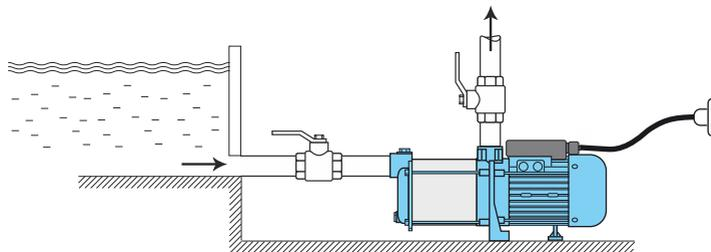

рис. 2
- **Повышение давления воды, поступающей в насос самотеком (из магистрального водопровода или емкости, расположенной выше уровня установки насоса). Рис.2**